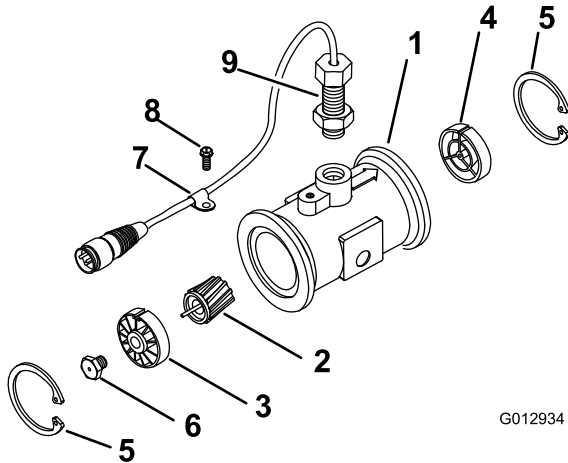

Figura 42
3. Retire el anillo de sujeción del lado “aguas arriba” (Figura 42).